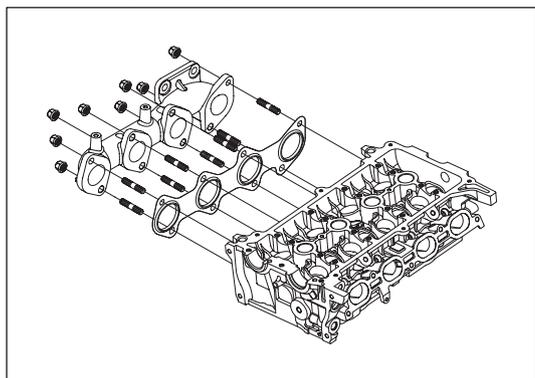

Рис. 8-3-4. Установка выпускного коллектора с прокладкой
- (1) С помощью восьми шпилек M8×26 установить новую прокладку выпускного коллектора на головку блока цилиндров. Закрепить выпускной коллектор вместе с прокладкой с помощью восьми самоконтрающихся гаек M8, как показано на рис. 8-3-4.